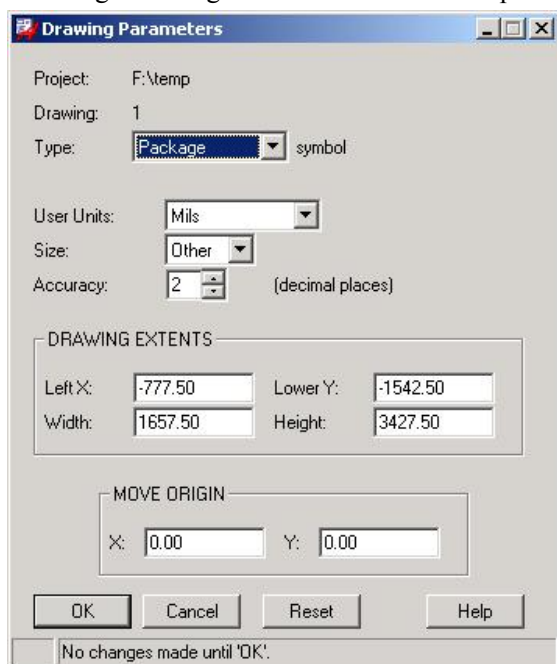

图 6-15 [Drawing Parameters] 对话框
2) 进入 Allegro Package 工作界面。选择 Setup---Drawing Size ,弹出对话框，如图 6-15